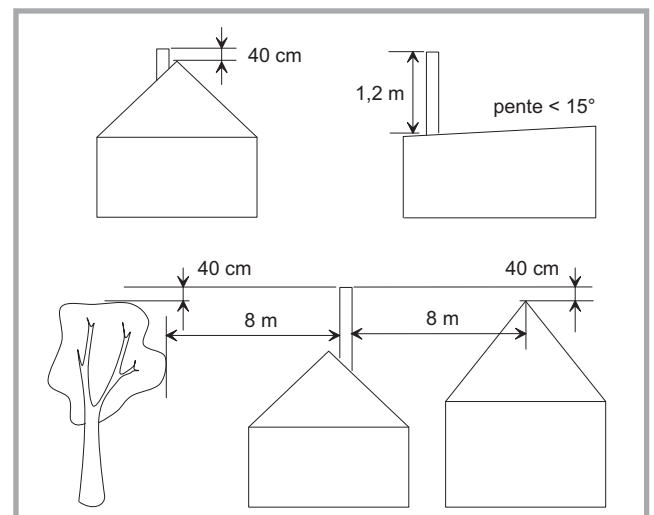

Figure 3 - Hauteur de la souche du conduit de fumée
- Il doit avoir 4 à 5 mètres de hauteur et doit déboucher à 40 cm du faite de la maison ou de toute construction à moins de 8 m (fig. 3).
- Dans le cas de terrasse ou de toit dont la pente est inférieure à 15°, la souche doit au moins être égale à 1,20 m (fig. 3).